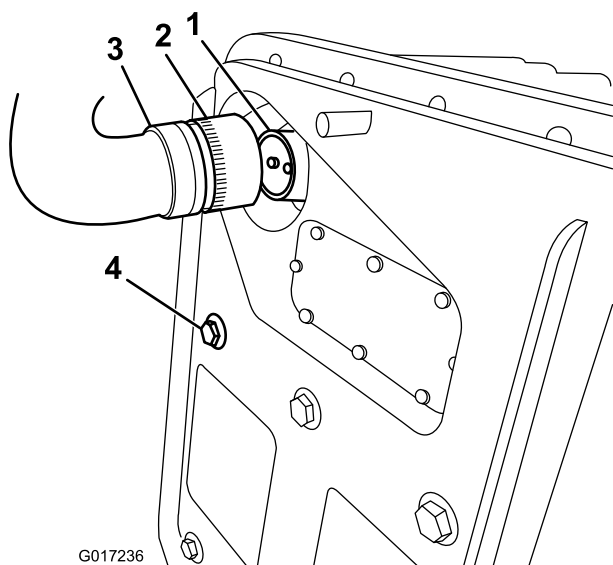
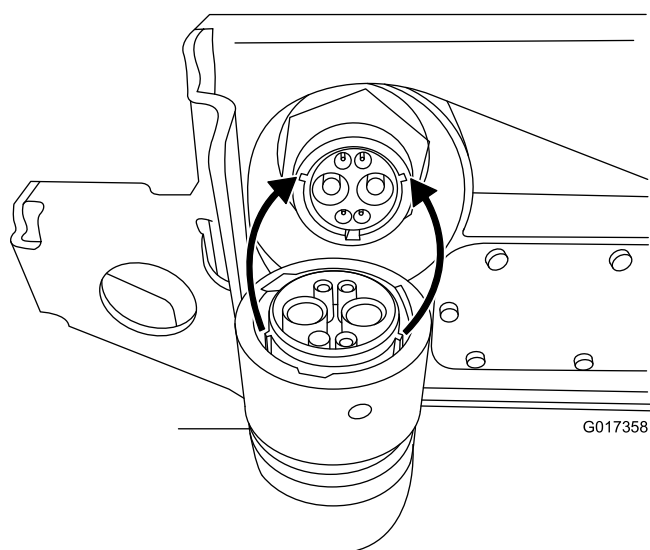

Figura 10
Figura 11
9. Allineate le linguette all'interno della spina di cablaggio con le scanalature nella presa del pacco batteria. Premete il connettore di cablaggio nel connettore della batteria (Figura 10 e Figura 11).